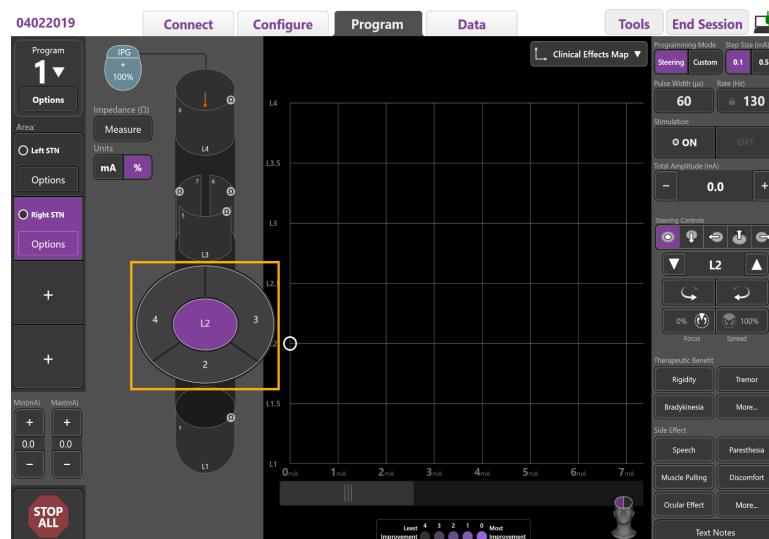

Рисунок 8. Переключатель направленных контактов
2. Выберите контакт, который будет задан как катод. Вы можете создать равномерное течение тока через уровень контактов («режим кольца»), нажав на любое место в пределах этого уровня, а затем нажав центральную кнопку. Чтобы назначить единственный направленный сегмент в качестве катода, нажмите на любое место в пределах этого уровня, а затем соответствующую кнопку (Рисунок 8).